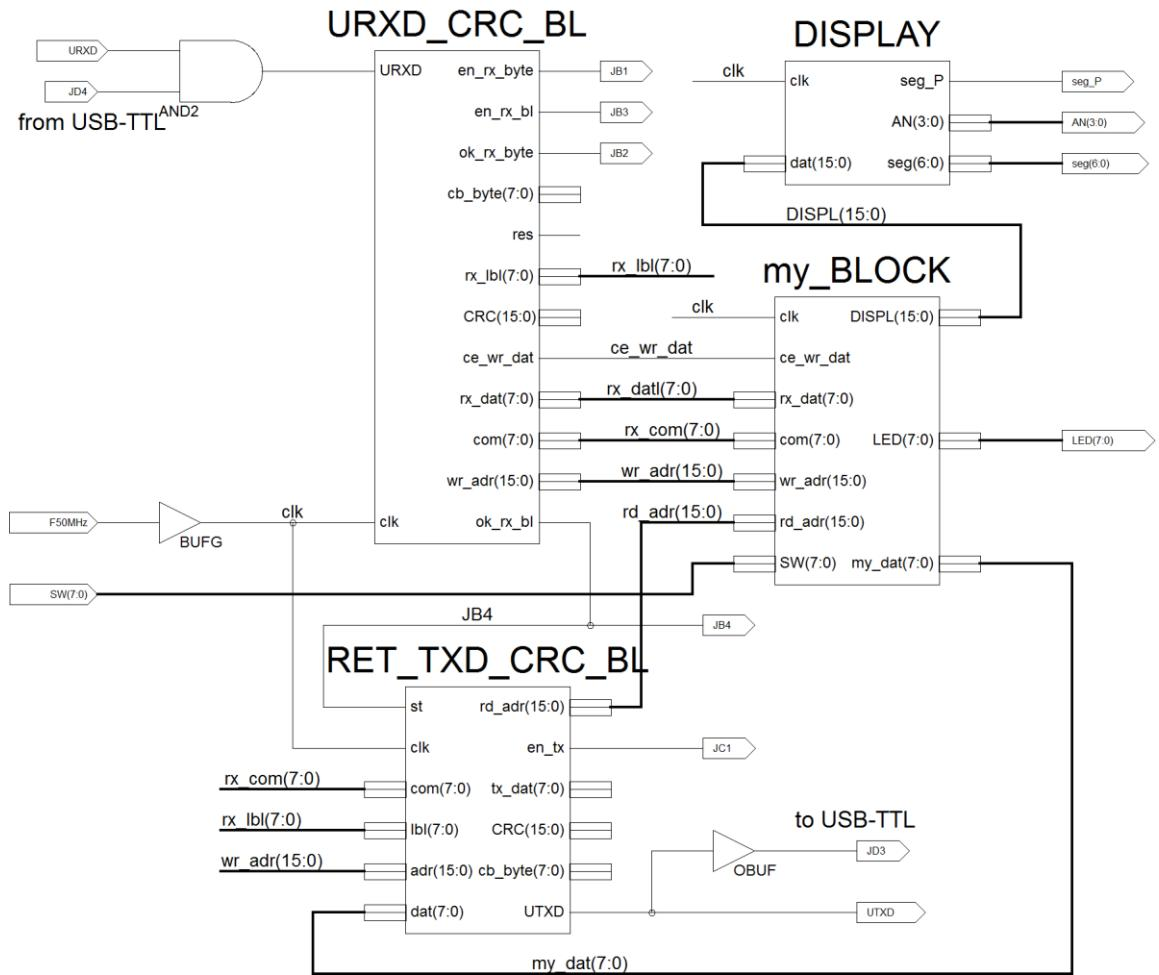

Рис.7 Схема лабораторной работы S\_Lab404crc
В состав схемы рис.7 входит модуль **my\_BLOCK**, который предстоит спроектировать самостоятельно. В этом модуле должно быть 3 8-ми битных регистра: **LED[7:0]**, **DISPL[15:8]** и **DISPL[7:0]**. Загружаться эти регистры должны программой ComChange данными модуля **URXD\_CRC\_BL** по заданному варианту базового адреса (см. таблицу 1). Например, для загрузки **LED** и **DISPL** данными 11, 22, 33 при **MY\_ADR=16'hA400** от ComChange должна быть получена последовательность байт: 00 03 A4 00 11 22 33. Два байта **CRC** кода ComChange добавят автоматически, если при настройке в окне «Режим контроля» было выбрано «Контроль CRC».
- 2.4 Начертить схему лабораторной работы S\_Lab404crc (рис.7).
4.3 Создать символы модулей, входящих в состав схемы рис.7.
4.4 Составить лист **S\_SchLab404crc** схемы лабораторной работы. Разместить на листе схемы необходимые символы, соединить их связями в соответствии с рис.7. (См. также альтернативный вариант схемы на Verilog-е **V\_SchLab404crc**, приложение 5.3).